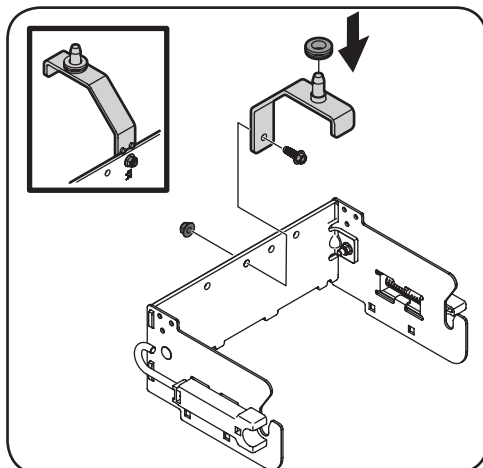

Figura 1-2
3. Voltee el conjunto del soporte y monte la ménsula de soporte (Ref. nº2) en el orificio central del soporte posterior con el tornillo hexagonal (Ref. nº10) y tuerca de seguridad bridada (Ref. nº12). Vea la Figura 1-2.
4. Ponga la arandela de goma en el pasador de la parte inferior de la ménsula de soporte. Vea el recuadro de la Figura 1-2.